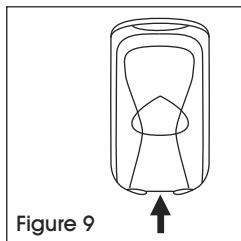

Figure 9
1. Ouvrez le distributeur en poussant sur le bouton de dégagement en dessous du distributeur. (Voir Figure 9)